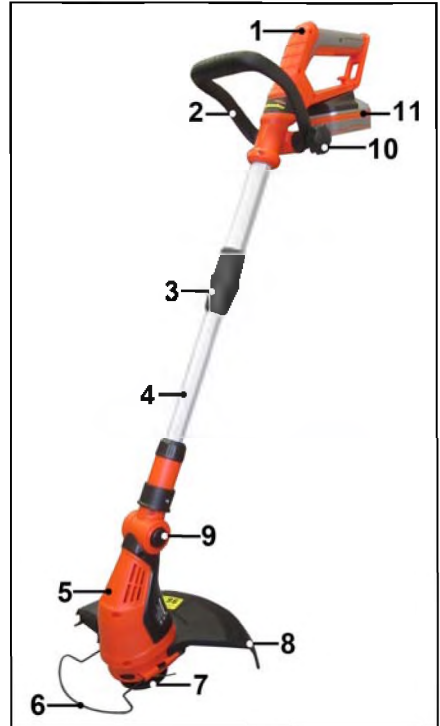

Рис.2.
6.3. Установка дополнительной рукоятки (Рис.2).
6.4. Изменение длины штанги (Рис.2).
6.5. Изменение угла наклона штанги (Рис.2).